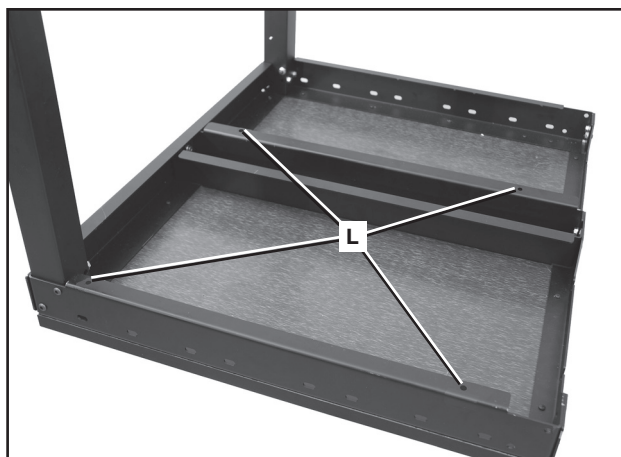
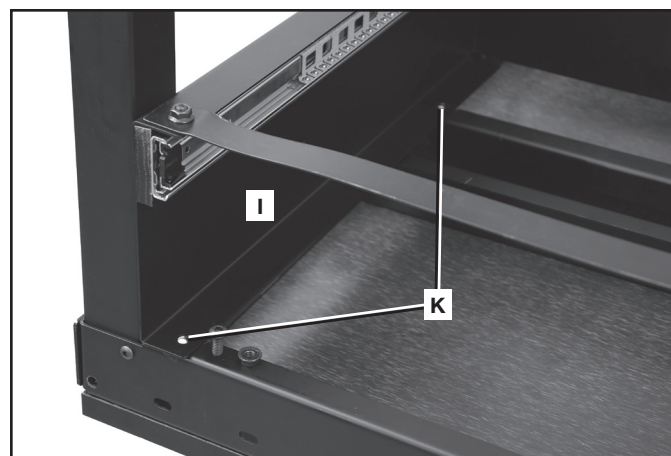

FIG. 7
FIG. 6
Tourner le cadre de tiroir (I) à l'envers (comme l'illustre la fig. 6) et aligner les quatre trous dans le cadre de tiroir — deux sont illustrés à (K) fig. 6 — sur les quatre trous (L) fig. 7 sur le dessous de la rallonge de table.